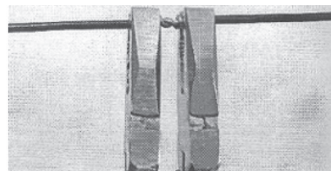

figura 8
7. Dê o aperto final com auxílio de dois alicates (**figura 8**).
O aspecto final pode ser visto na **figura 8-A**. ■